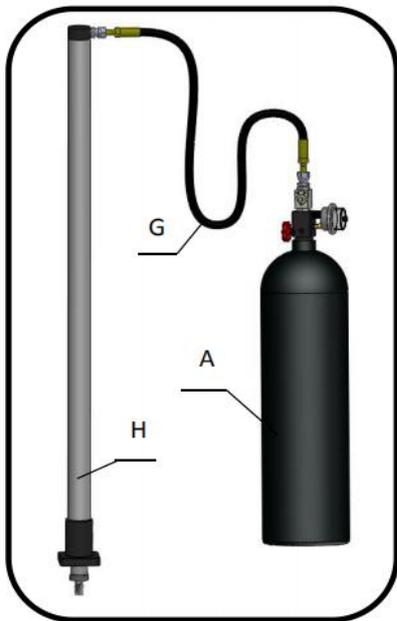

图 1
- 1.3. 按（图 1）所示，把氮气平衡装置安装好。每个环节都要非常谨慎，以免操作时出现漏油的情形。